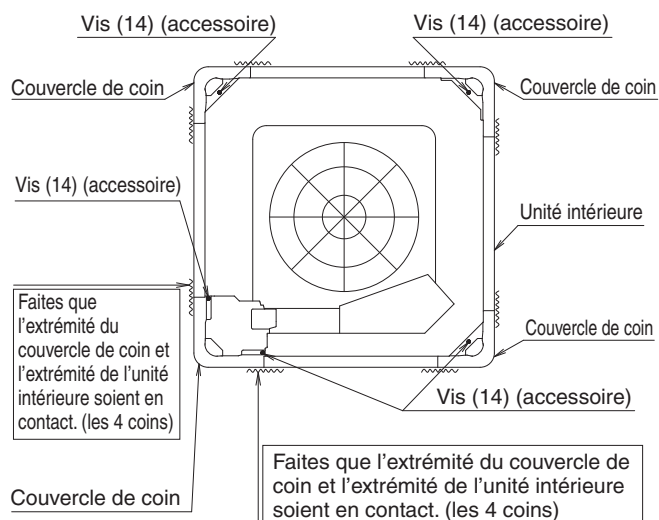

Fig. 46
- Fixez le couvercle du coin à l'unité intérieure. Fixez ensuite le couvercle du coin avec les vis fixées (14) tout en appuyant sur le coin du couvercle de façon à ce que l'extrémité du couvercle du coin et l'extrémité de l'unité intérieure soient en contact. (Reportez-vous à la Fig. 46)